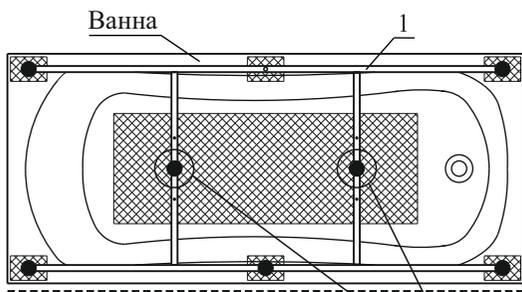

Рис. 1
4. Перевернуть ванну вверх дном, положить на мягкую подстилку, по рис. 1, равномерно по сторонам расположить раму (поз. 1) на дне ванны.
5. Собрать ножки (поз. 5) со шпильками (поз. 4) и пластмассовыми опорами (поз. 2) по схеме «стойка», либо «колени» по рис. 2. Проверить вертикальность установки уровнем либо отвесом (рис. 2). Средняя ножка устанавливается со стороны панели (рис. 1).
8. Установить дополнительные опоры, в центре, под дно ванны (рис. 1).
**ВНИМАНИЕ!** После этого затянуть раму (поз. 1) гайками (поз. 3) и привернуть гайки (поз. 3) к пластмассовым опорам (поз. 2), установить заглушку (поз. 13) рис. 1, обеспечив равномерность распределения нагрузки.